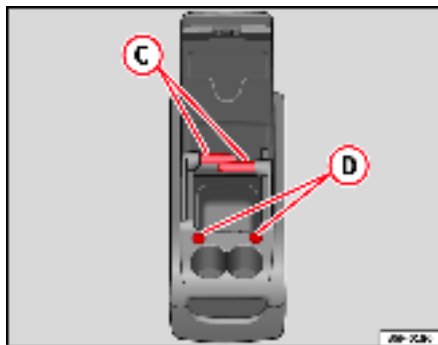

Fig. 114 Rangement mobile. Fonctions
Pour utiliser la table (C) ⇒ page 149, fig. 114, il faut l'extraire de son logement sur le côté du rangement mobile et la placer dans son logement (D) ⇒ page 149, fig. 114 sur la partie frontale du rangement mobile.